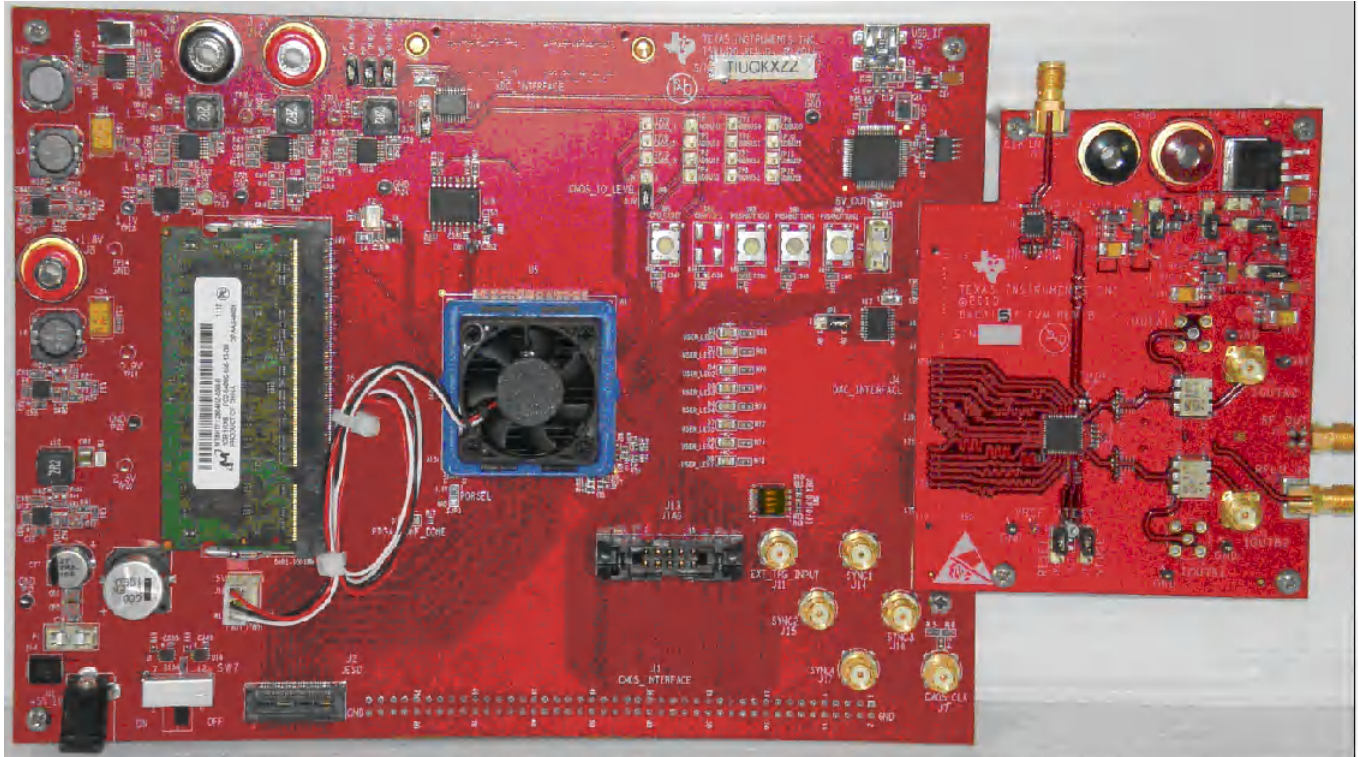

图 5-1. 连接到 DAC EVM 的 TSW1400 EVM
- 图 5-1 展示了连接到 DAC3152 EVM 的 TSW1400 EVM。